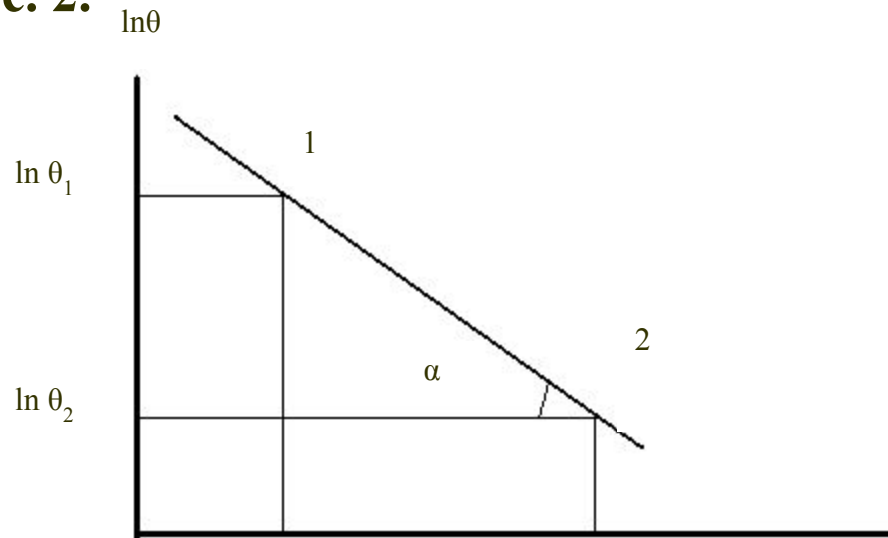

Рисунок 2 -Зависимость логарифмической избыточной температуры $\ln \theta$ от времени τ при регулярном режиме охлаждения (теоретическая прямая охлаждения)
- Графическая интерпретация формулы (14) представлена на рис. 2.
- **Из теоретической прямой охлаждения (рис. 2) следует, что, чем быстрее понижается температура пищевого сырья, тем больше будет угол наклона α , а значит, тем больше m . Параметр m назван темпом охлаждения, по его значению судят о скорости процесса.**